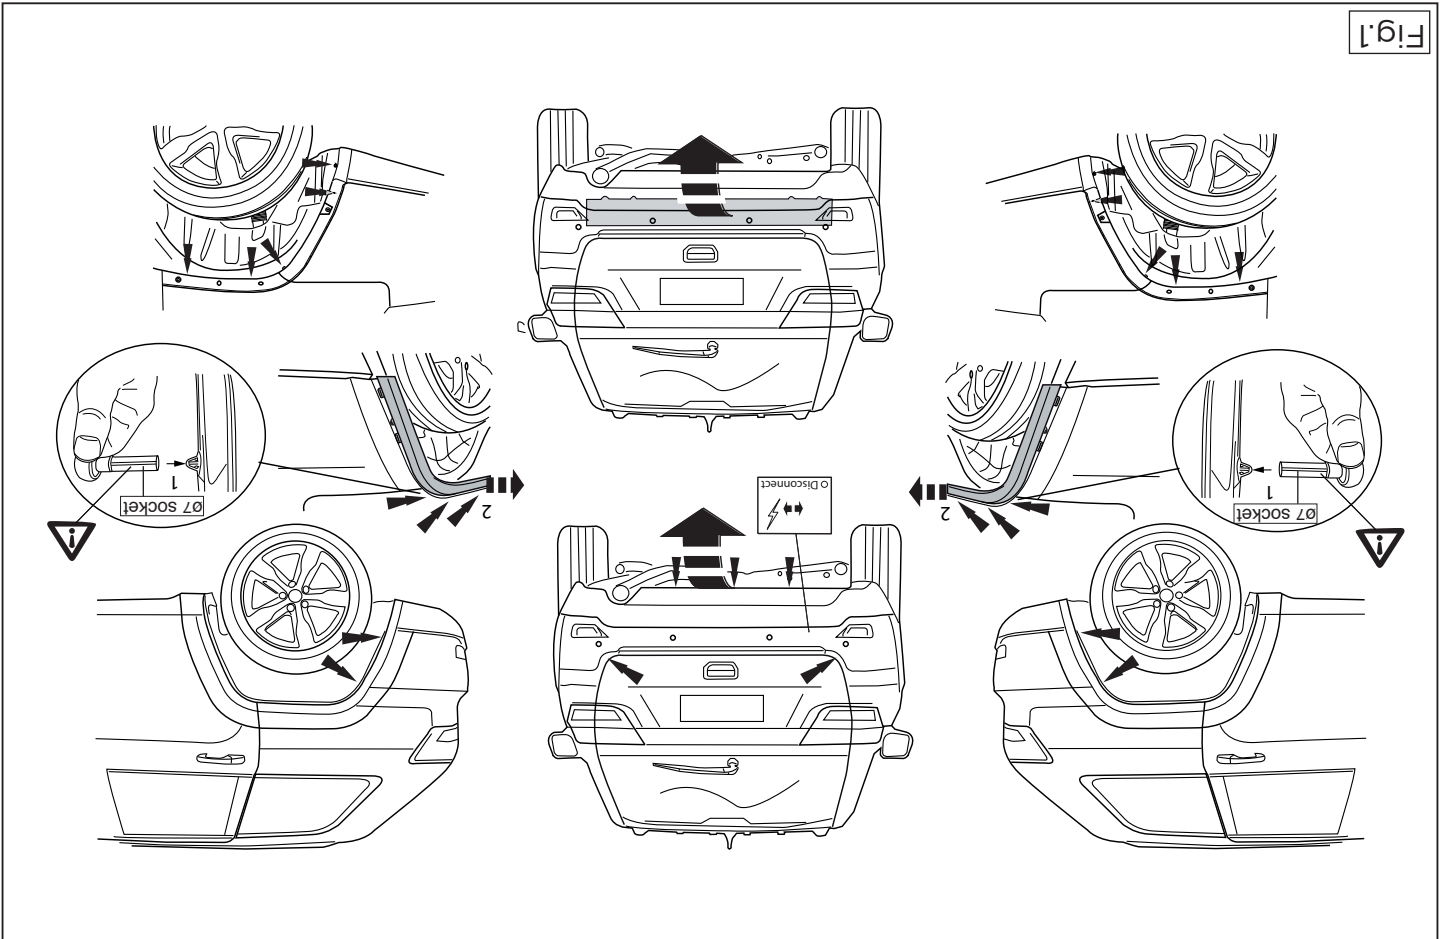

Fig.1
1. Demonteer de bumper inclusief de stalen stootbalk van het voertuig, de stootbalk wordt niet meer gebruikt. (zie fig. 1)
1. Remove the bumper and the steel buffer beam from the vehicle. The buffer beam will no longer be needed. (see fig. 1).
benötigt. (siehe Fig. 1).
1. Déposer le pare-chocs du véhicule y compris la traverse en acier ; la traverse ne sera plus utilisée. (voir la fig. 1).
1. Demontera stötfångaren inklusive stötranden av stål från fordonet, stötranden förfaller. (se fig. 1).
1. Demonter kofangeren, inklusive køretøjets stålstødbjælke. Denne bliver overflødig. (jævnfør fig. 1).
1. Снять бампер вместе со стальным буферным брусом автомобиля; буферный брус больше не понадобится. (См. рисунок 1).